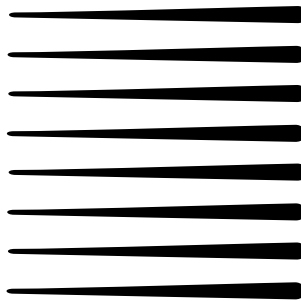

Figura 9
- Deje salir más material y aleje la brocha neumática de la superficie de trabajo para rociar líneas paralelas que aumenten gradualmente de grosor. Ver la Figura 9.